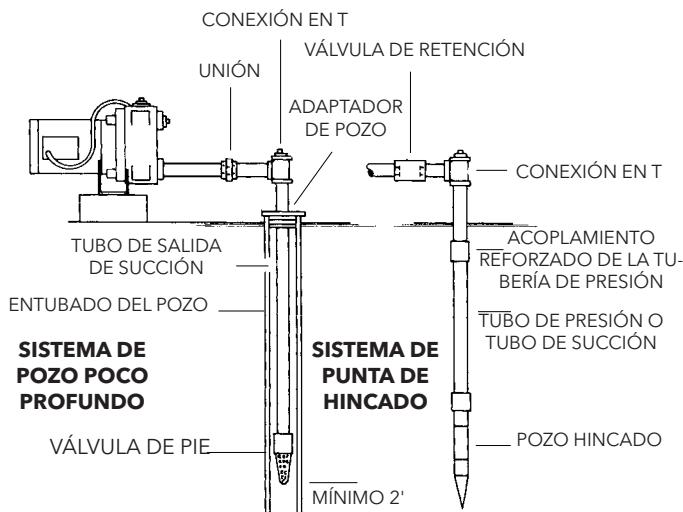

FIGURA 2
AVISO Los accesorios para la instalación de un pozo poco profundo, tales como válvulas de pie, adaptadores de pozo, acoplamientos, juntas y tuberías, pueden comprarse separadamente. Su bomba de inyección Red Jacket puede adaptarse horizontalmente para pozos poco profundos o sistemas de punta de hincado. Vea la Figura 2.
Paso 1. Para asegurar un cebado continuo en un sistema de pozo poco profundo, (izquierda-Figura2) se debe instalar una válvula de pie. En un sistema de punta de hincado, (derecha-Figura 2) se debe instalar una válvula de retención tan cerca de la bomba como sea posible. Examine la válvula de pie o la de retención para comprobar que estén limpias y correctamente alojadas.
Paso 5. Conecte una T de 1 1/4" u otro adaptador apropiado en la unión de los tubos de succión horizontal y vertical, tal como se ilustra en la Figura 2. La T se puede usar para limpiar el pozo.